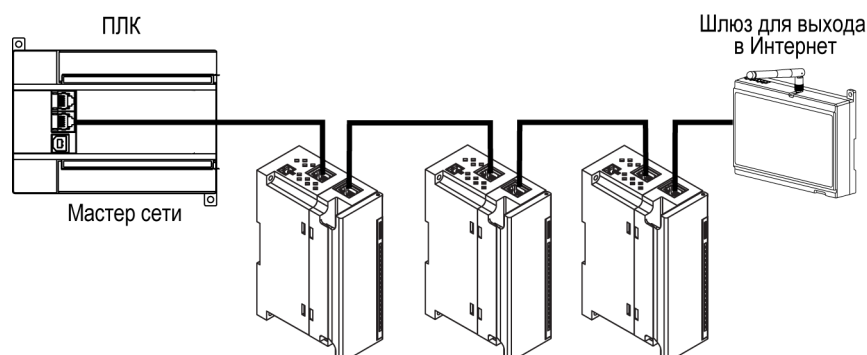

Рисунок 5.13 – Подключение по схеме «Цепочка»
- «Цепочка»/«Daisy-chain» (рисунок 5.13).